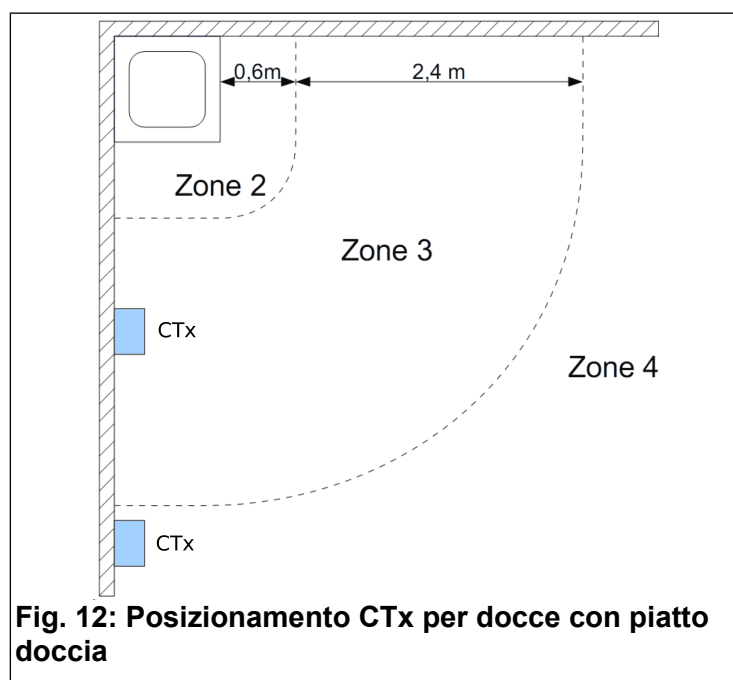
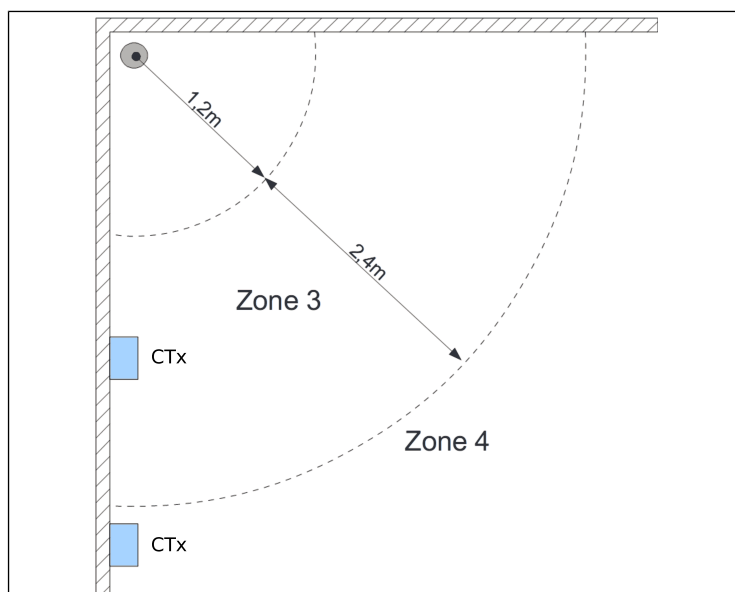

Fig. 12: Posizionamento CTx per docce con piatto doccia
Fig. 13: Posizionamento CTx per docce senza piatto
"Zona 3". Vedere le Fig. 12 e Fig. 13 per l'identificazione delle zone.
- Le normative del paese di installazione per il posizionamento delle apparecchiature elettriche in ambienti speciali (docce, piscine, ecc.). Quando il CTx è utilizzato per docce, la norma IEC60364-7 ne permette l'installazione nella "Zona 3" sempreché l'apparecchiatura sia alimentata attraverso un interruttore differenziale con soglia 30mA. Per una maggiore sicurezza consigliamo la loro installazione nella "Zona 4". Vedere le Fig. 12 e Fig. 13 per l'identificazione delle zone.
- Quando la **centralina relè** è utilizzata per docce, la norma IEC60364-7 ne permette l'installazione nella "Zona 3" sempreché l'apparecchiatura sia alimentata attraverso un interruttore differenziale con soglia 30mA. Per una maggiore sicurezza consigliamo la loro installazione nella "Zona 4". Vedere le Fig. 12 e Fig. 13 per l'identificazione delle zone.
Posizionare l'alimentatore, fornito in dotazione, all'interno di un quadro elettrico posto lontano dalla zona della doccia seguendo le normative vigenti nel paese di installazione. Ad esempio la IEC60364-7 richiede distanze di almeno 3 m dal piatto doccia (Fig. 12) o almeno 3.6 m dal doccino per docce senza piatto (Fig. 13).